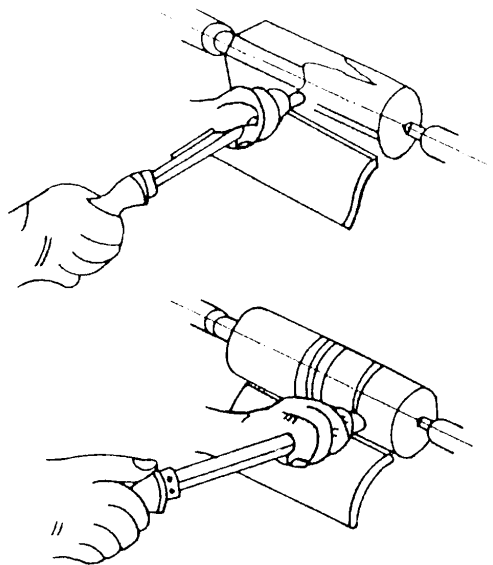

FIG. 4.
- Le support d'outil / Fig.4 / doit être fixé aussi près que possible de la pièce à usiner, de sorte que l'outil s'effectue dans le bord du guide de façon stable.
- L'outil est maintenu comme le montre la Figure 4.
Comme il est montré sur la Fig.4, on tient l'outil à deux mains.
Il est important d'avoir des outils bien affûté pour une meilleure qualité de travail /voir Fig.4/.